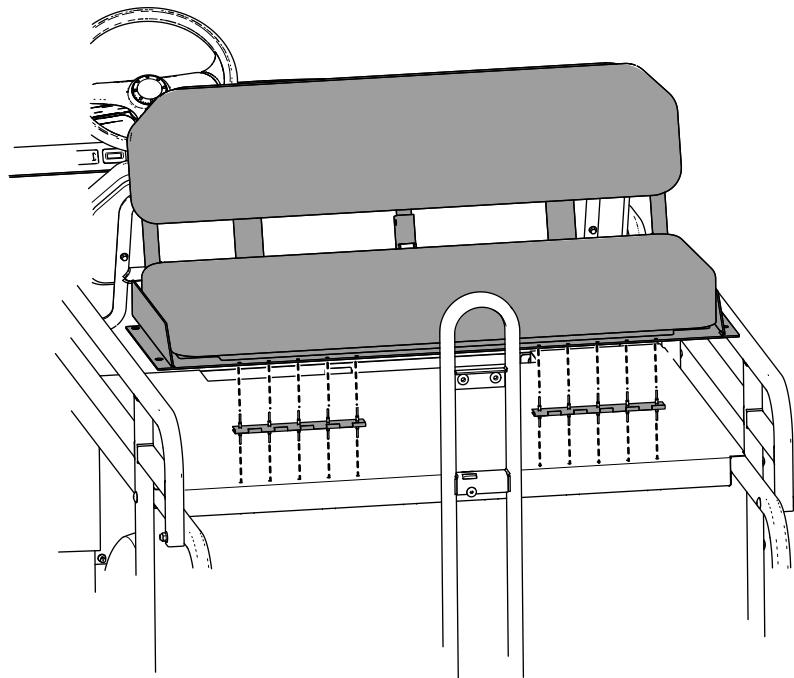

图11
10. 将座椅组件安装到平板上，将平板上的孔与铰链中的孔对齐，将铆钉座椅组件固定到平板上（图11）。